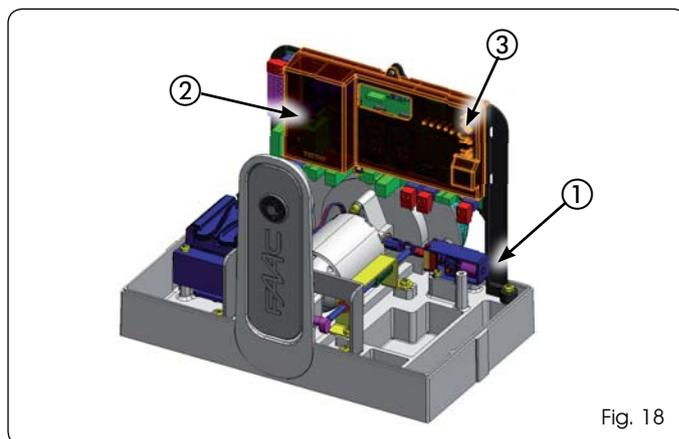

Fig. 18
Nei motoriduttori l'apparecchiatura elettronica di comando è fissata ad un supporto (Fig. 18 rif. ①) con coperchio trasparente (Fig. 18 rif. ②). Sul coperchio sono stati posizionati i pulsanti di programmazione della scheda (Fig.18 rif. ③), questo permette di eseguire la programmazione della scheda senza dover rimuovere il coperchio.